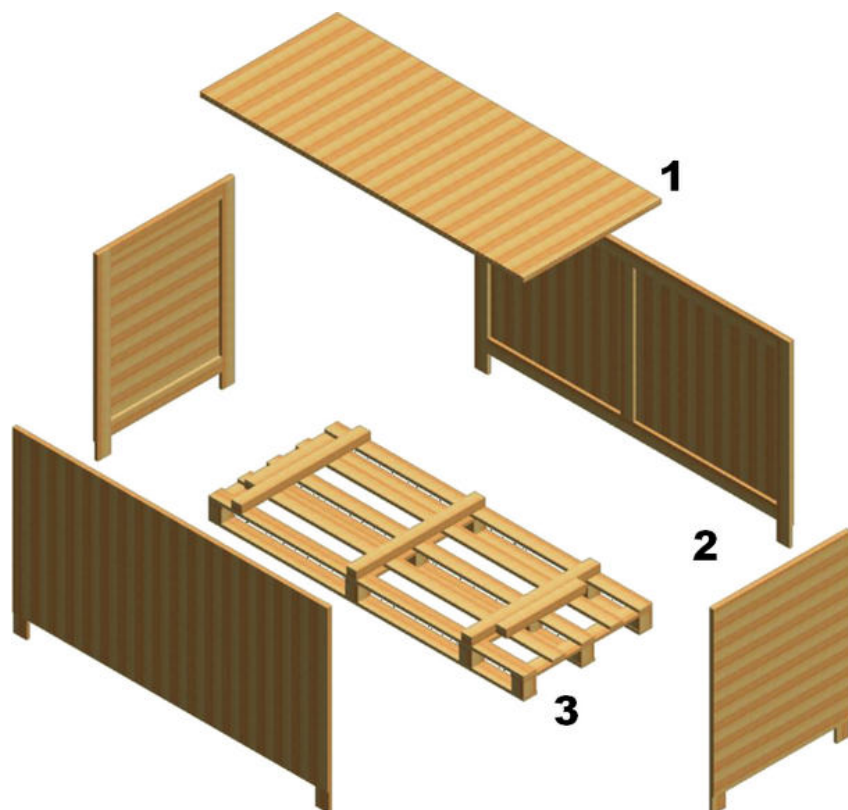

Abbildung 4: Verpackung der CDF-Anlage.
- Die Holzkiste ist mit Holzschrauben befestigt. Entfernen Sie zunächst den Kistendeckel ((Abb. 4, 1) und anschließend die Seitenteile (Abb. 4, 2).
- Die Anlage steht auf einer Palette (Abb. 4, 3) und kann mit einem Gabelstapler angehoben und transportiert werden. Achten Sie auf die maximal zulässige Tragfähigkeit des Gabelstaplers! Das Leergewicht der Anlage beträgt ca. 560 kg.